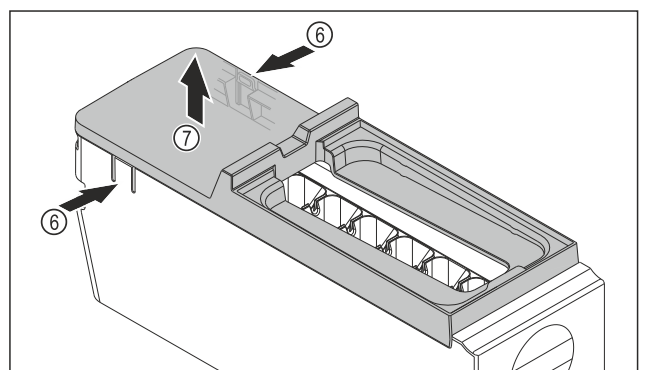

Fig. 75
- Afdekking van de EasyTwist-Ice-corpus wegnemen: Strips Fig. 75 (6) aan beide zijden van de EasyTwist-Ice-corpus met een hand indrukken.
- Afdekking Fig. 75 (7) met de andere hand van bovenaf wegnemen.